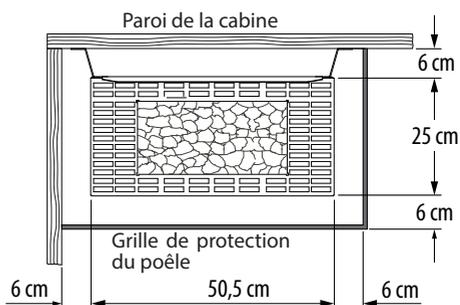

Fig. 2
- Par installation de poêle de sauna veuillez contrôler, que la distance de sécurité entre la partie supérieure de poêle et plafond de sauna est au moins 90 cm et la distance de sécurité horizontale entre le poêle et le mur de sauna (ou pièces en bois) est au moins 6 cm (Fig. 2).